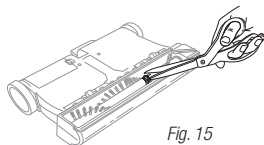

Fig. 15
- 3 Saque todo el cabello, hilos o fibras enroscados alrededor del cepillo giratorio. Con una tijera, corte cuidadosamente por la guía elevada para remover todo lo que pudiera estar enrollado alrededor del cepillo. No dañe o corte las cerdas del cepillo. (fig. 15)